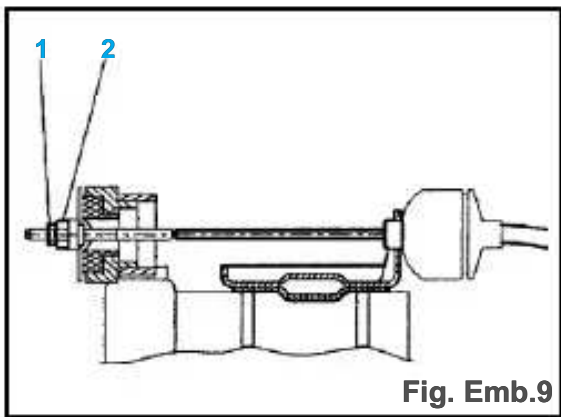

Fig. Emb.9
- aflojar contra la tuerca (1) (Fig.. Emb 9).
- Para la obtención de un funcionamiento de acuerdo con el valor especificado, aflojar o apretar la tuerca (2).
- Apretar contra la tuerca (1).